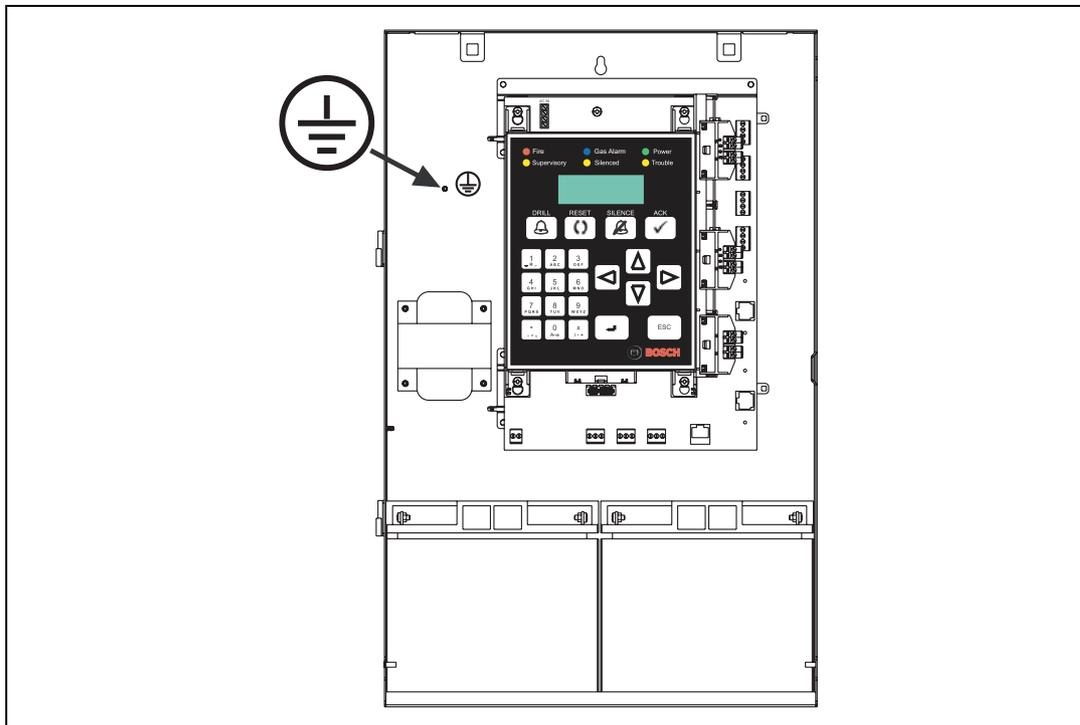

Figura 4.30 Conexión de la Toma de Tierra
2. Conecte la toma de tierra al perno de tierra roscado situado en el lado izquierdo del gabinete (consulte la *Figura 4.30*).